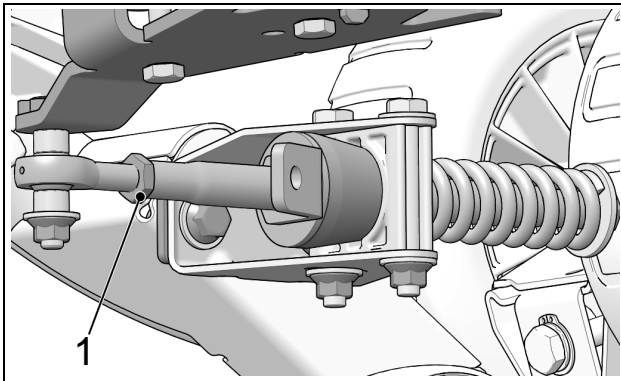

Abbildung 8
- Wenn der Anstellwinkel korrekt eingestellt ist, schrauben Sie die Gegenmutter (1) wieder gegen den Stabilisierungsarm mit einem Anzugsmoment von 40 N•m [30 lb•ft] fest. Siehe Abbildung 8.